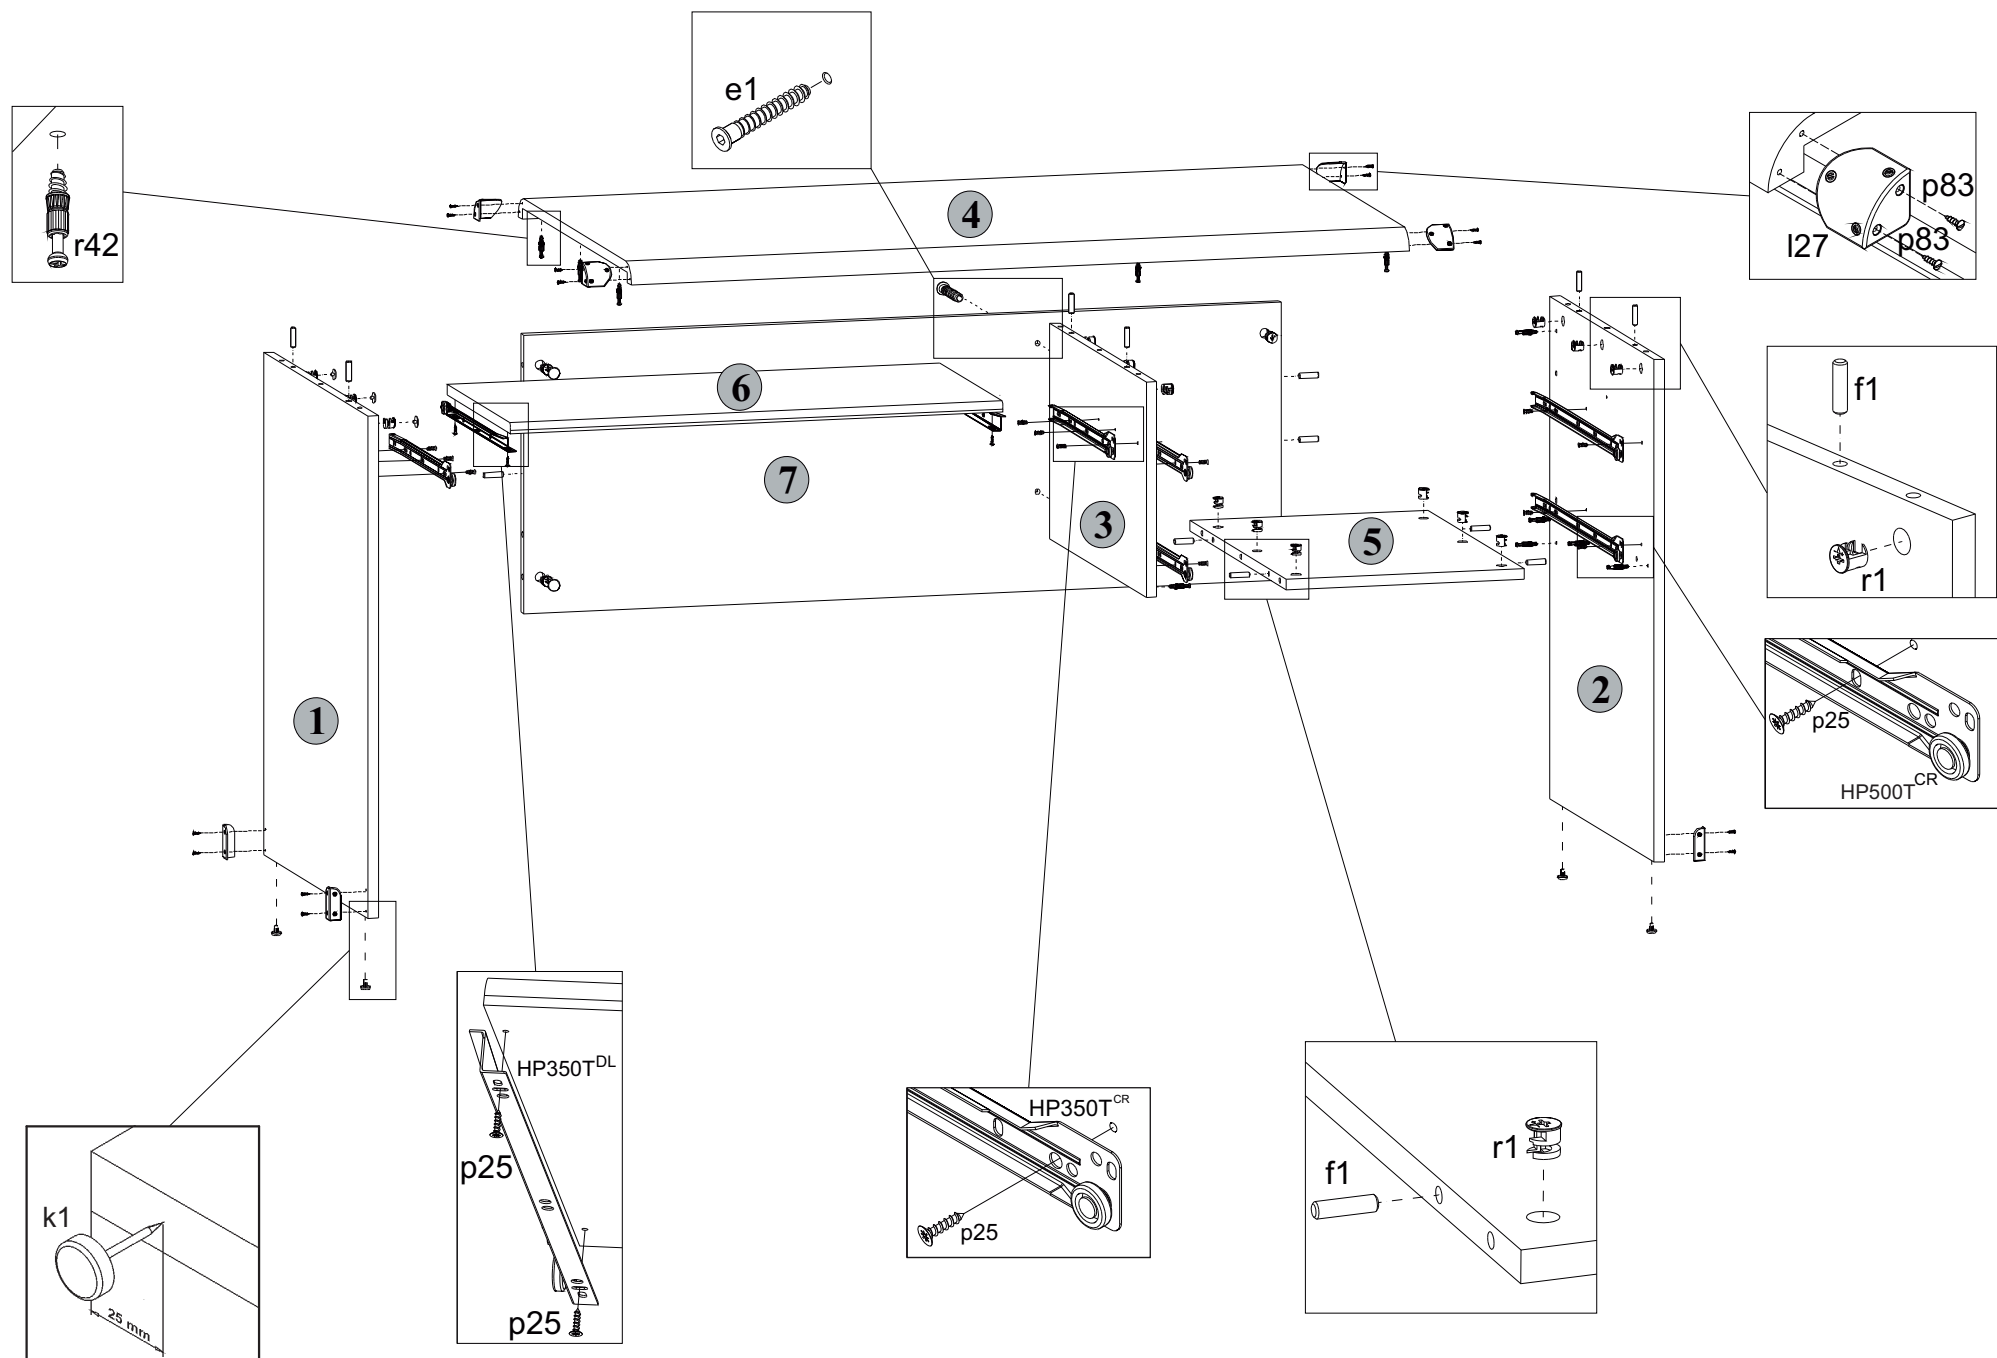

Рис. 2
5.6 На правой поверхности стенки боковой **1**, на правой поверхности стенки средней **3**, на левой поверхности стенки боковой **2**, на верхней поверхности полки соединительной **5** и на передней поверхности щита **7** в отверстия диаметром **15 мм** вставить стяжки эксцентриковые **г1** (**см.рис. 2**).
5.10 К щиту **7** присоединить детали **2** и **3**. Стянуть детали **2** и **7** стяжками эксцентриковыми **г1**, пользуясь специальным ключом **z1** из комплекта фурнитуры. Стянуть детали **3** и **7** конфирматами **е1**, пользуясь специальным ключом **z1** из комплекта фурнитуры. Закрыть головки конфирматов заглушками **s1** (**см.рис. 2**).
5.12 К стенкам боковым **1** и **2**, а также к стенке средней **3** присоединить щит верхний **4** и затянуть стяжки эксцентриковые **г1**, пользуясь специальным ключом **z1** из комплекта фурнитуры. Видимые стяжки эксцентриковые закрыть заглушками **s2** (**см.рис. 2**).
5.24 К полке выкатной **6** шурупами **p25** закрепить направляющие **HP350T^{DL}** и **HP350T^{DR}**, как показано на **рис. 2**.
5.2 В отверстия диаметром 8 мм на верхних краях стенок боковых 1 и 2, на верхней кромке стенки средней 3, на боковых краях щита 7, на боковых краях полки соединительной 5 вбить деревянные шканты f1 (см.рис. 2).
5.5 В отверстия диаметром 5 мм на нижней поверхности щита верхнего 4, на правой поверхности стенки средней 3 у нижней кромки и на левой поверхности стенки боковой 2 вкрутить винты стяжки r42, пользуясь крестообразной отверткой (см.рис. 2).